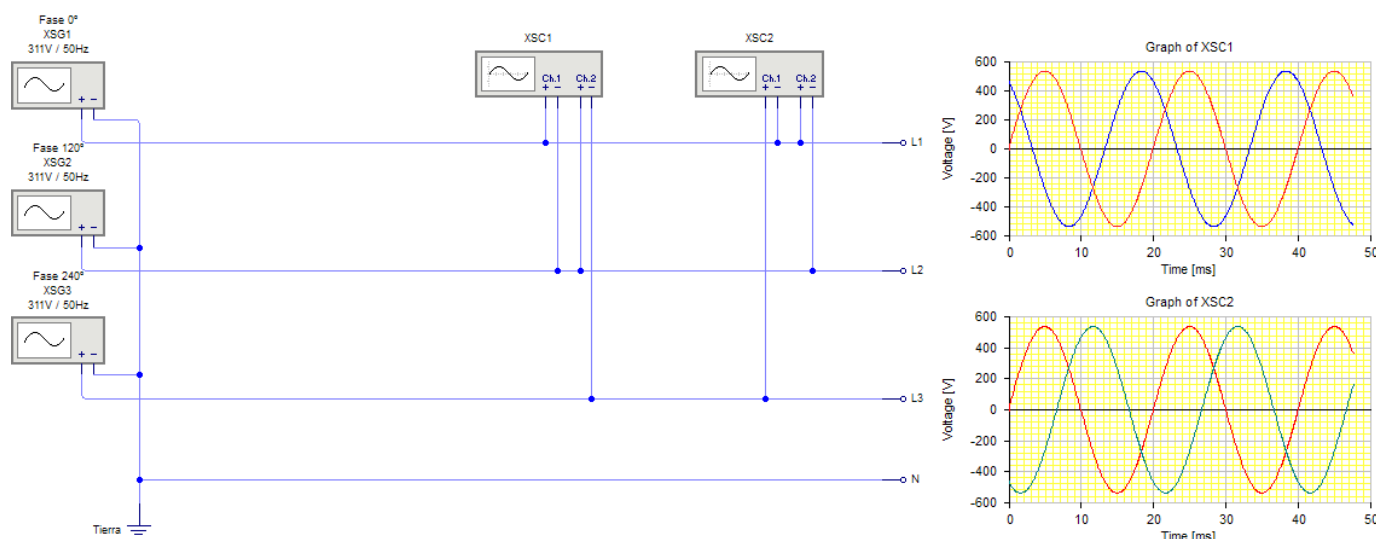

Fig. 3: Simulación de generación trifásica con funciones GF – Tensión Compuesta – V_C
4.- Implementar en el simulador un generador trifásico a partir de la conexión en estrella de tres generadores de funciones (signal generator - GF) que generen una onda senoidal de 220V 50 hz desfasados 120° entre sí. Conectar canales de osciloscopios entre línea y línea para apreciar la onda simulada, medir la tensión compuesta entre líneas y el Angulo de desfase entre ellas. Presentar los resultados de la simulación y la medición. Como se muestra en la Fig. 3.